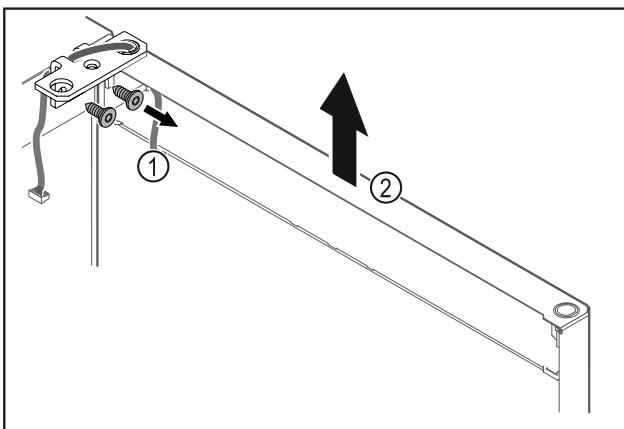

Fig. 28
- Lironi vidat e profilit të menteshës Fig. 28 (1).
- Ngrini drejt lart derën së bashku me profilin e menteshës Fig. 28 (2) rrëth 200 mm dhe hiqeni.